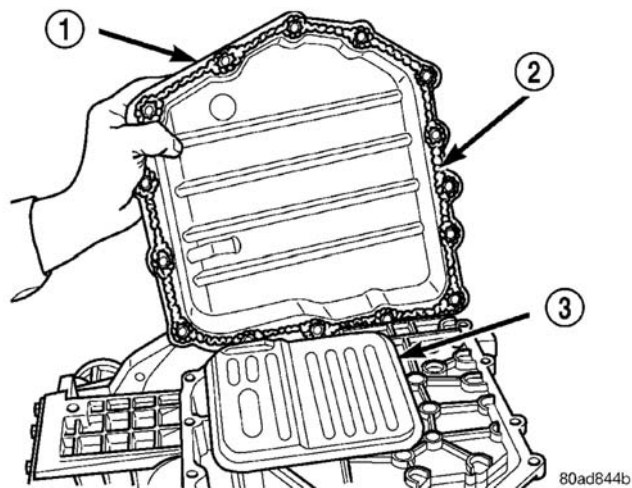

图 161 安装油盘
(66) 将一个 $1/8$ " Mopar®ATF 珠粒形硅橡胶密封剂 (RTV) 涂敷到油盘并立即将其安装到壳体上 (图 161)。